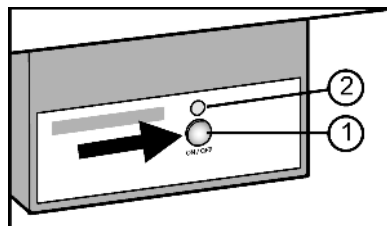

Fig. 17
- ▶ Druk op de toets On/Off Fig. 17 (1), zodat de LEDs Fig. 17 (2) branden.